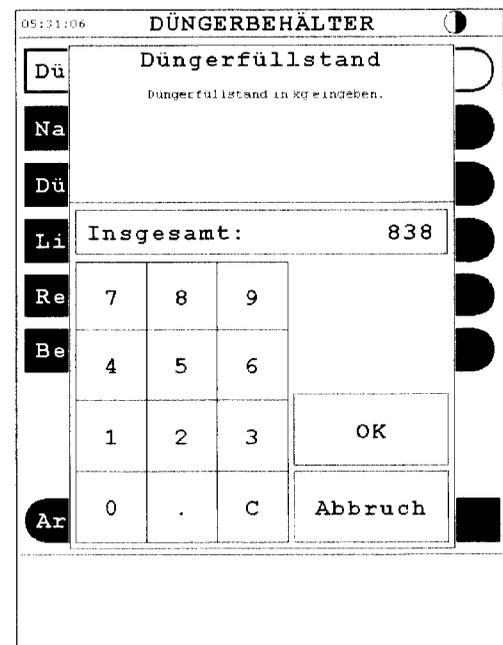

Fig. 21
- Düngerfüllstand in kg eingeben (Fig. 21).